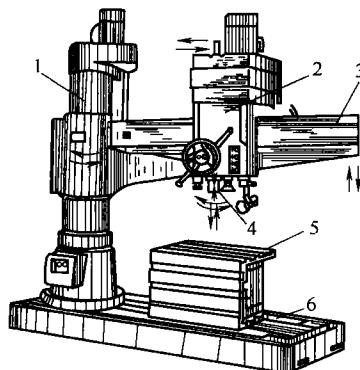

图 0-6 摆臂钻床
(3) 摆臂钻床 摆臂钻床是钻床中的重要品类，是模具制造的常备设备，其外形结构如图 0-6 所示。揆臂钻床具有能够绕立柱旋转的揆臂，主轴箱可在揆臂上做横向移动，也可随揆臂沿立柱做上下运动，操作灵活、方便。